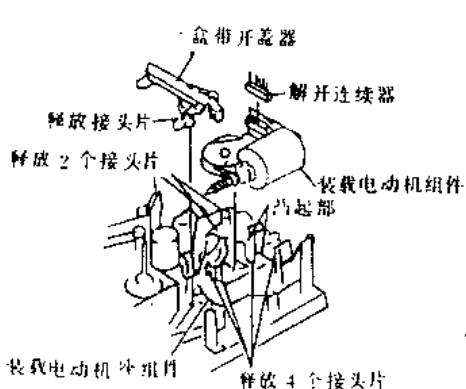

图 1-27
②释放 1 个接头片并拆卸盒带开盖器，如图 1-27 所示。
③解开接续器。
④释放固定着机构状态开关的 2 个接头片。
⑤释放 4 个接头片，然后一面从电动机的螺钉孔中释放电动机座的 2 个凸起部，一面拿起装载电动机/机构开关组件。